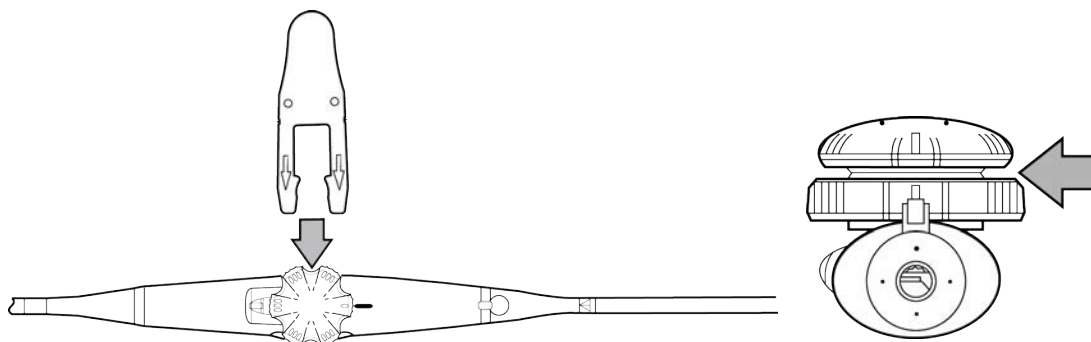

Figure 19 Insertion de l'outil de test pour la détection de perforations
- 1 Insérer l'outil de test pour la détection de perforations sous le contrôleur du plan de balayage, comme indiqué à la **Figure 19**.